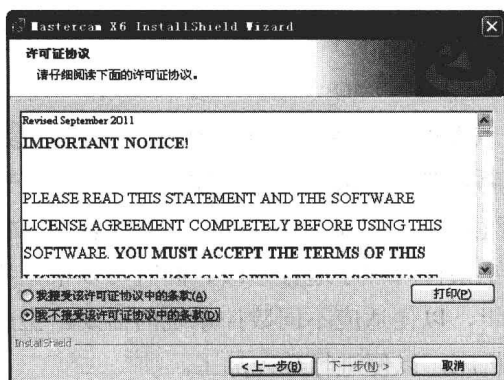

图 1-4 “许可证协议”界面
STEP 04 单击“下一步”按钮，弹出确认授权的“许可证协议”界面，如图 1-4 所示。